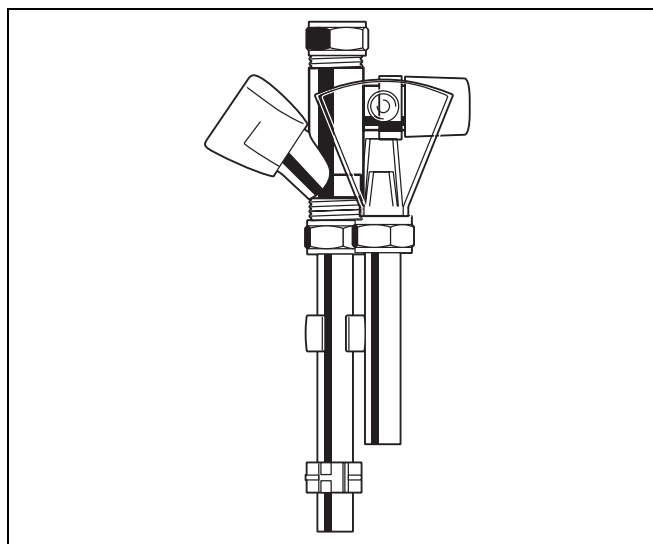

Fig. 8 Siguranța de presiune cu supapă de sens încorporată
- Siguranța de presiune cu supapă de sens încorporată (Fig. 8) se montează la conducta de apă rece. Astfel, este garantată conducta de apă caldă la presiuni mari prin dilatarea apei.